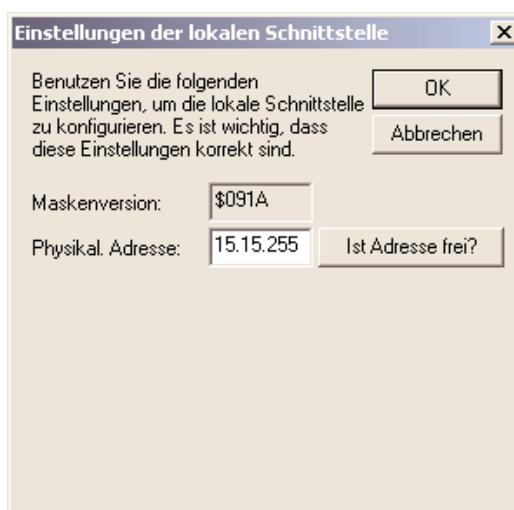

Bild 10: Einstellungen der lokalen Schnittstelle
7. Die Einstellungen der lokalen Schnittstelle öffnen sich (vgl. Bild 10). In das Feld "Physikalische Adresse" muss nun die physikalische Adresse der IP-Datenschnittstelle eingegeben werden. Es ist darauf zu achten, dass die Adresse von keinem anderen Gerät im ETS-Projekt verwendet wird (ggf. Prüfung durch die ETS 3 "Ist Adresse frei ?"). Nach einer erfolgreichen Adressvergabe sollte im ETS-Projekt an der topologisch richtigen Stelle ein Dummy-Gerät eingefügt werden.